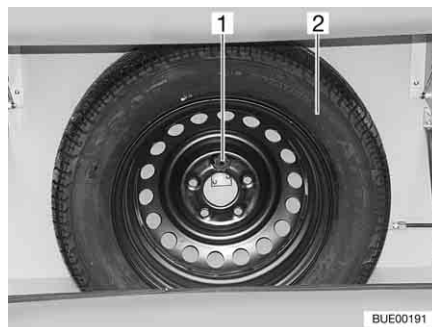

Bild 236 Reservhjulshållare
Reservhjulshållaren är monterad i gasboxen. Reservhjul erhålls (Bild 236,2) mot extrakostnad.
- Bulten (Bild 236,1) lossas.
- Reservhjulet (Bild 236,2) tas ut.